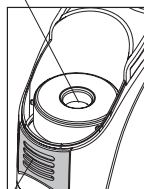

Рисунок 3-1
- Убедитесь в том, что входной и выходной фильтры находятся в соответствующих местах (см. рис. 3-1). Для проведения замены фильтров см. рис. 8-1 и 8-2 раздела ХРАНИЕНИЕ ПРИБОРА И УХОД ЗА НИМ.